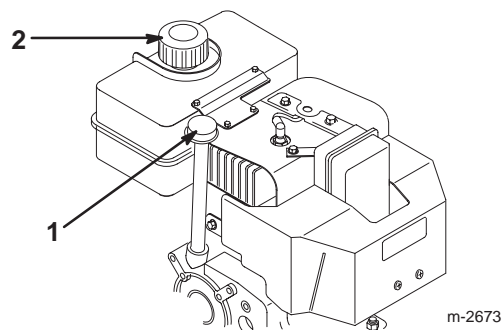

Figure 18
2. Nettoyez la surface autour de la jauge (Fig. 18).
3. Dévissez le bouchon et sortez la jauge (Fig. 18).
1. Nettoyez la surface autour du bouchon du réservoir de carburant (Fig. 18).